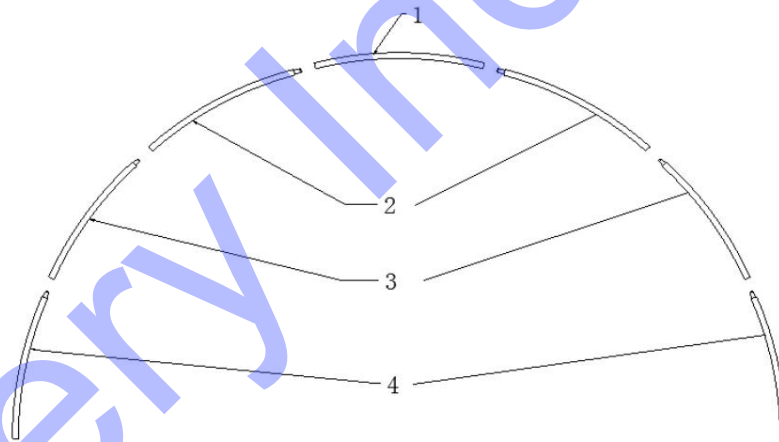
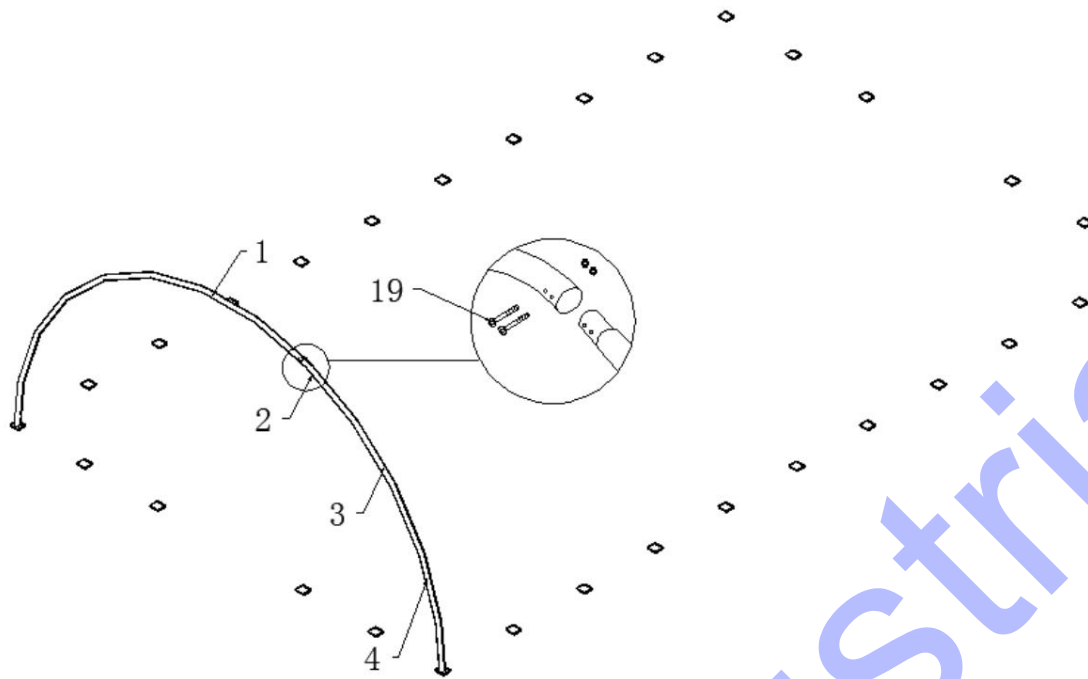

Figure 3
Figure 4
1. (Pièce n° 1\*1+N° 2\*2+N° 3\*2+N° 4\*2 ) Comme le montrent les figures 3 et 4 , trouvez un morceau de tube courbé de toit (n° 1), deux morceaux de tube courbé supérieur pour les portes avant et arrière (n° 2A), deux morceaux de tube de paroi latérale (n° 3), deux morceaux de tube courbé inférieur (n° 4). Connectez-les à l'aide du boulon M10x100 (n° 19), ce qui constitue le premier groupe de cadre d'arche de porte avant. Placez le premier groupe de cadre d'arche dans les plaques de base comme le montre la figure 4.